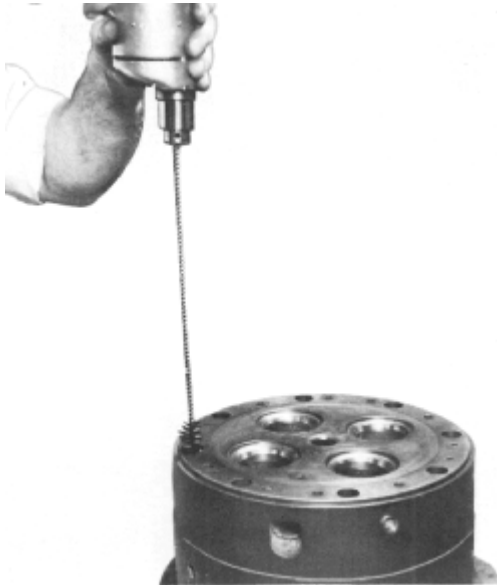

Fig. 2-4 - Cleaning Stud Holes
2. Remove loose material from stud holes using stud hole cleaner and 115 volt or 230 volt drill, Fig. 2-4.